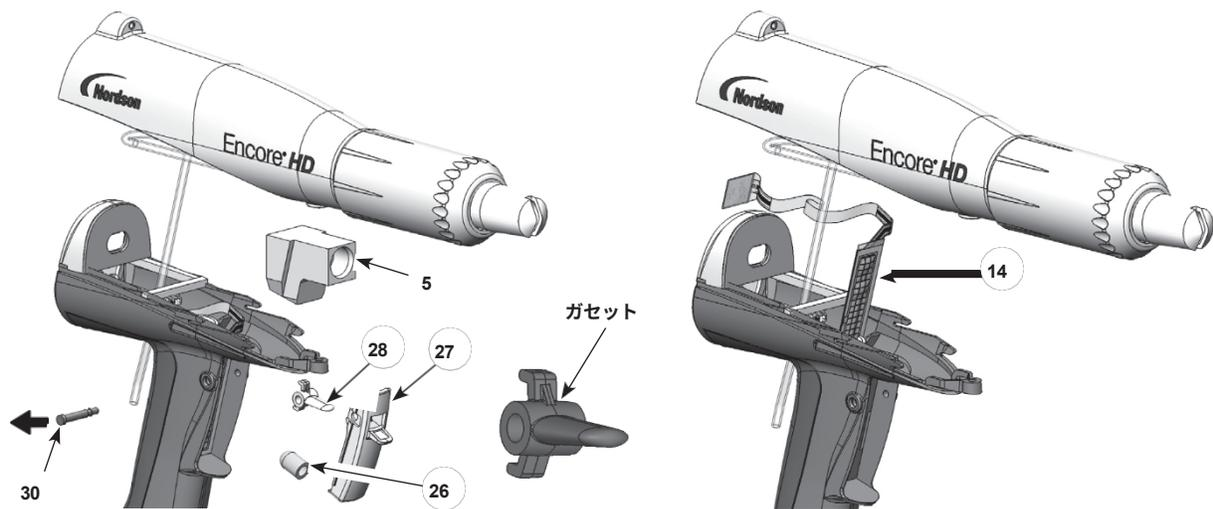

図 17 トリガー スイッチの交換
1. 図 17 を参照してください。グリッドがガンの正面を向くように新しいスイッチ (14) の向きを決め、スイッチの四角い下端をハンドルのスロットに慎重に通します。
4. パージトリガー (28) をスプレートリガー (27) に、図のようにマチが上向きになるように取り付けます。パージトリガーを上下逆に付けしないで下さい。